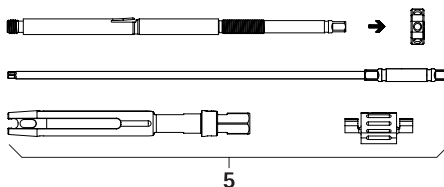

Рис. 3
- Демонтаж рукоятки для чрескожной репозиции 5, см. Рис. 3. Полностью разобрать и открутить зажимную гайку.